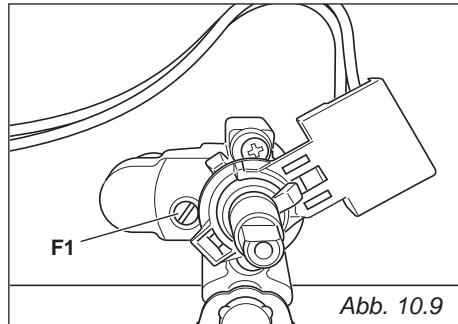

Abb. 10.9
- Mit einem dünnen Schraubenzieher die Schraube "F2" drehen bis die richtige Einstellung erreicht worden ist (Abb. 10.9).